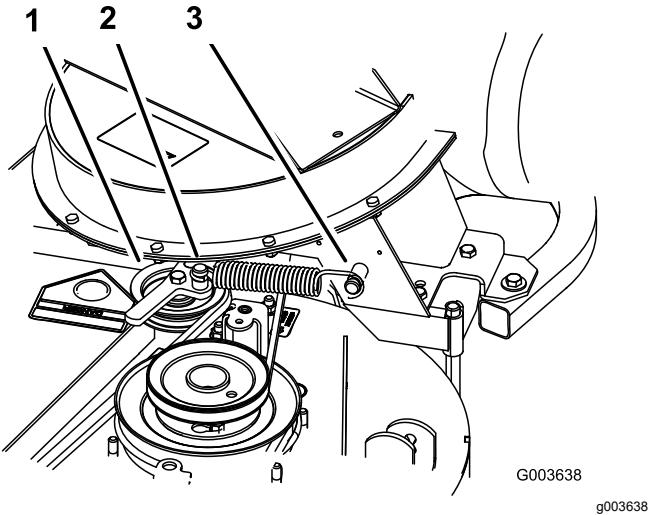

Figura 21
- Instale el muelle según se muestra en Figura 21.